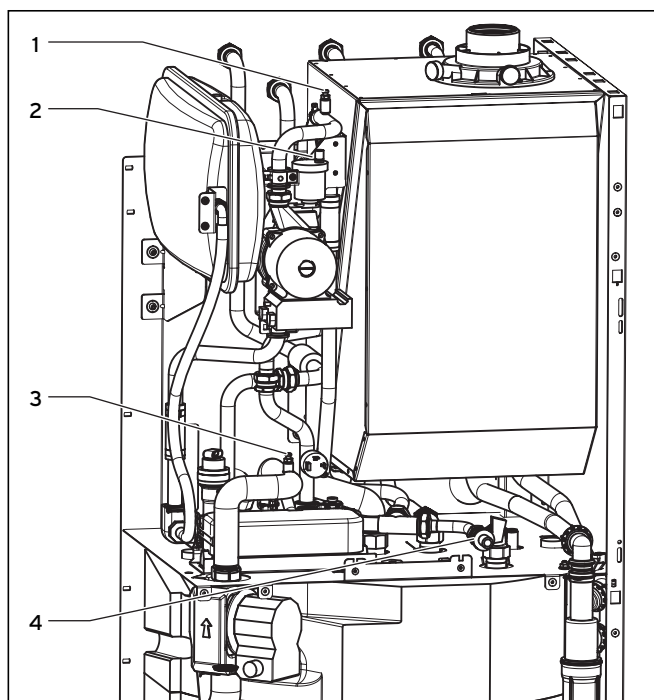

Fig. 8.9 Tømning af kedlen på varmesiden (afbildet VSC 126-C 140/VSC 196-C 150)
- Tilslut en slange til beholdertømningshanen (5), før den fri ende af slangen til et egnet afløbssted, og åbn hanen..
- Åbn udluftningsniplen (3, se fig 8.9) på røret mellem pumpen og den sekundære varmeveksler, for at kedlen tømmes helt.